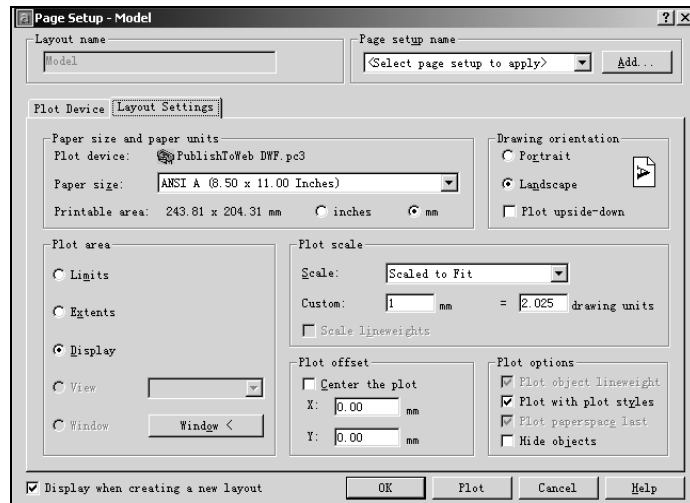

图 10-21 Layout Settings 选项卡
(4) **Layout Settings** 选项卡。如图 10-21 所示，利用该选项卡，用户可以进行图纸页面布局设置。该选项卡有 6 个选项。